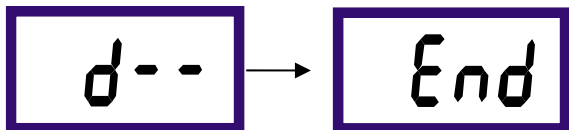

图 7-12
2. 按  键或  键将数值调至控制所需的数值,然后按键确认,仪表显示迟滞量调节结束。显示如图 7-12 所示: